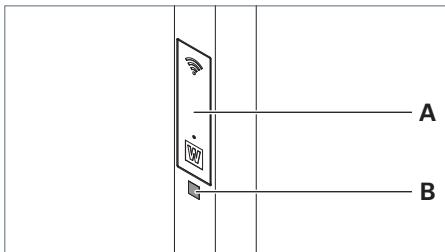

Fig. 30: Scanner le code QR.
- ▶ Scannez le code QR **B** du luminaire qui se trouve sur le bras vertical, sous la trappe de service **A**, voir Fig. 30.